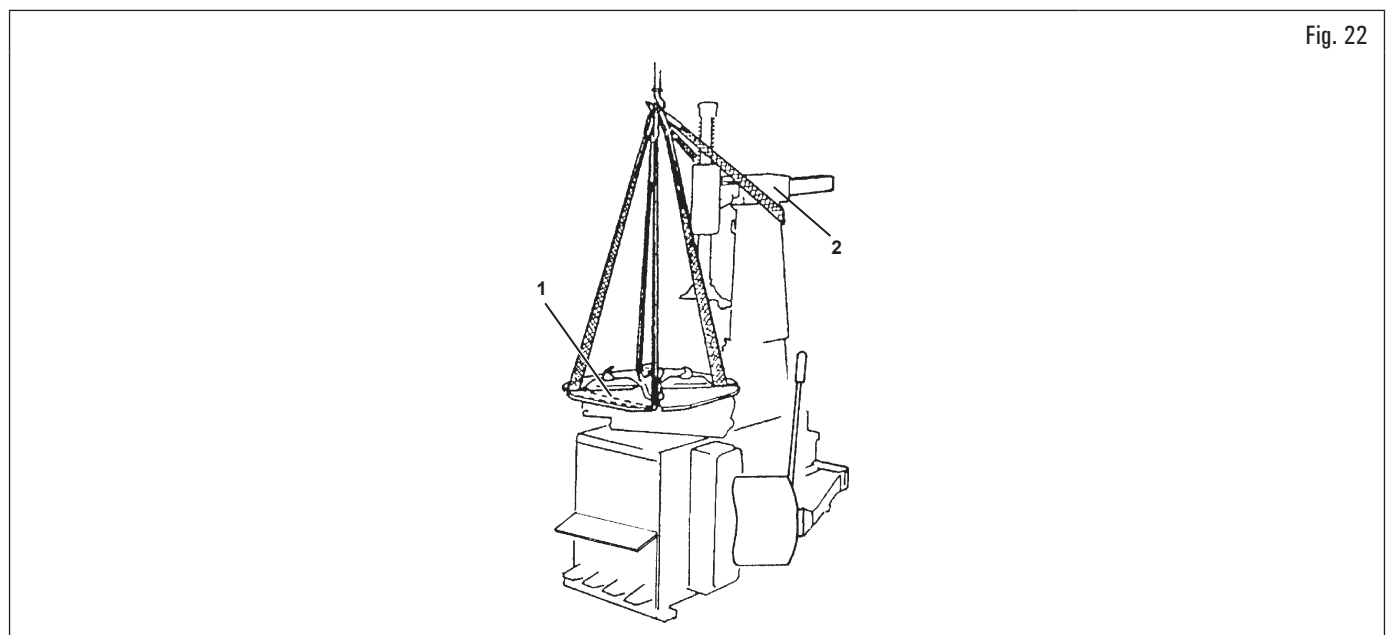

Fig. 22
- Portare a fine corsa, in posizione centrale, la trave orizzontale (Fig. 22 rif. 2).
- Passare una seconda cinghia fra i due scassi anteriori del piatto autocentrante (Fig. 22 rif. 1).
- Passare una terza cinghia fra i due scassi posteriori del piatto autocentrante (Fig. 22 rif. 1).